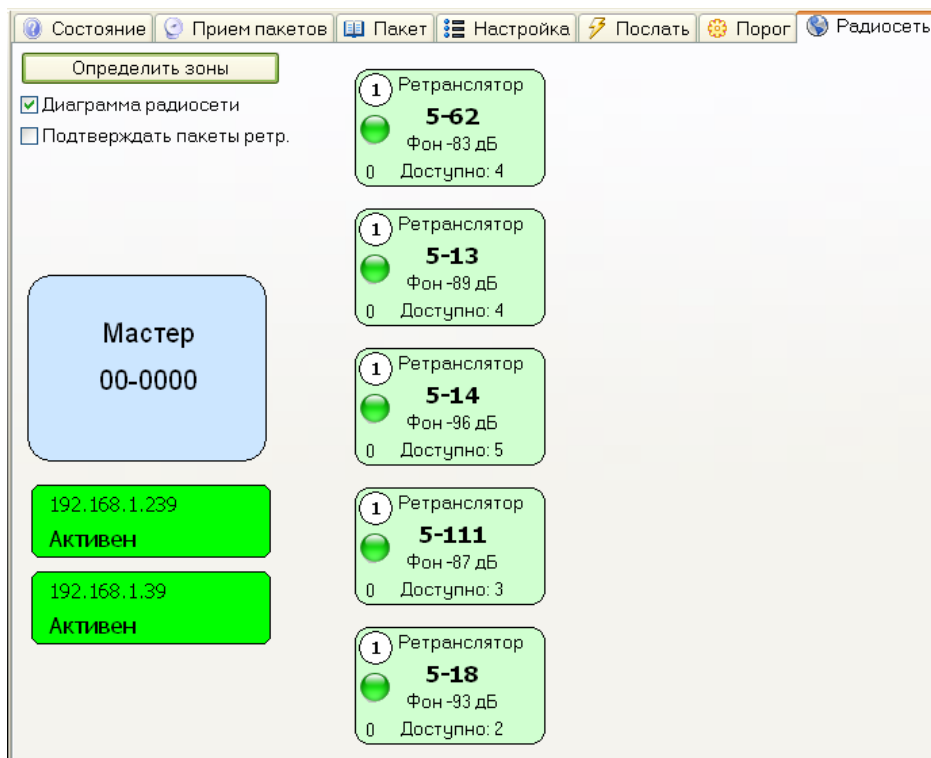

Рисунок 13 - Назначение зон ретрансляции
7) Выбрать вкладку «Радиосеть» и нажать на кнопку «Определить зоны» для построения сети ретрансляции и назначения каждому ретранслятору соответствующего номера зоны (рисунок 13).